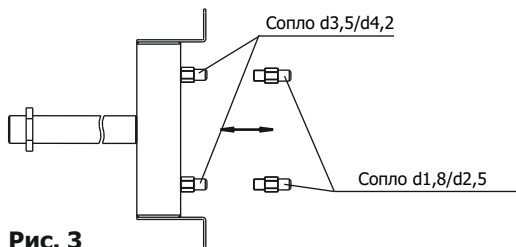

Рис. 3
**3.** Снять с газовада сопла и заменить их соплами из комплекта (рис.3). В зависимости от мощности горелки сопла отличаются количеством и диаметрами проходных сечений, поэтому важно производить замену только на сопла с соответствующей маркировкой.